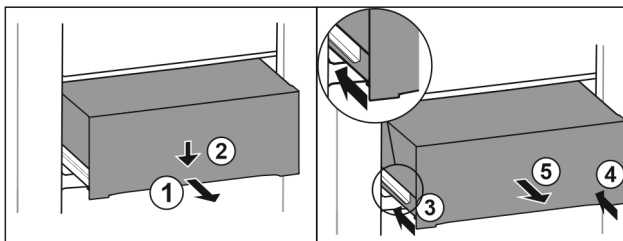

Fig. 88
- Schubfach halb herausziehen. Fig. 88 (1)
- Schubfach an der Vorderseite nach unten drücken. Fig. 88 (2)
- Linke Schiene etwa 2 cm einschieben. Fig. 88 (3)
- Rechte Schiene etwa 2 cm einschieben. Fig. 88 (4)
- Schubfach nach vorne entnehmen. Fig. 88 (5)